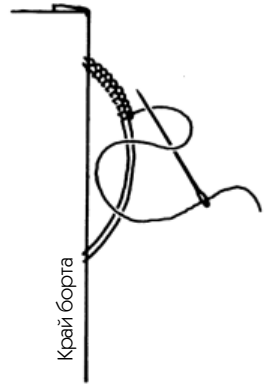

Рис. 291
### **ОБМЕТНАЯ ВОЗДУШНАЯ ПЕТЛЯ ДЛЯ ПУГОВИЦЫ (РИС. 291)**
3. Протяните несколько нитей (3–6), придавая им желаемый изгиб. Для того чтобы они сохраняли правильный размер, поддерживайте их при помощи какого-либо предмета: карандаша, кончика ножниц и т. п. (рис. 291). Сделайте один-два закрепочных стежка за последней нитью.
4. Обметайте эти нити тугими «жемчужными» стежками (см. рис. 291) и перейдите к разделу «Обметная петля».